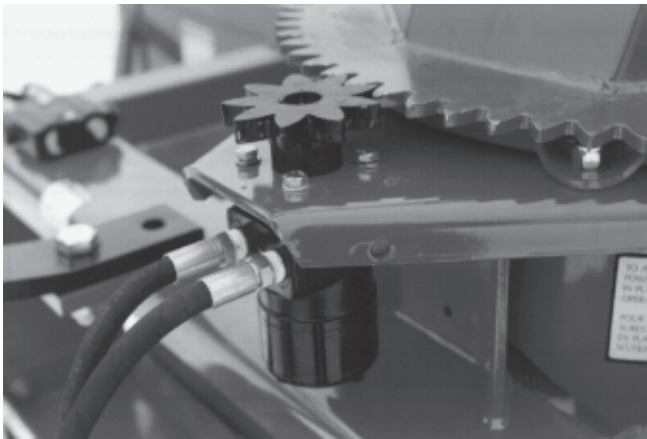

Figure 23
- 2) Installer le moteur et la roue d'engrenage à 9 dents (Fig. 23).